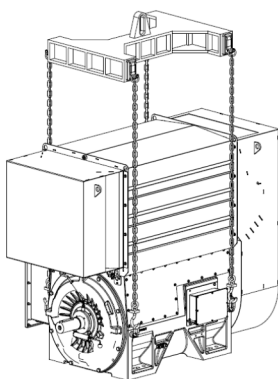

Figura 3.1: Movimentazione del motore
1. Sollevare il motore, come indicato nella Figura 3.1, usando i quattro golfari forniti solo a tale scopo. Se necessario, rimuovere lo scambiatore di calore per sollevare il motore;